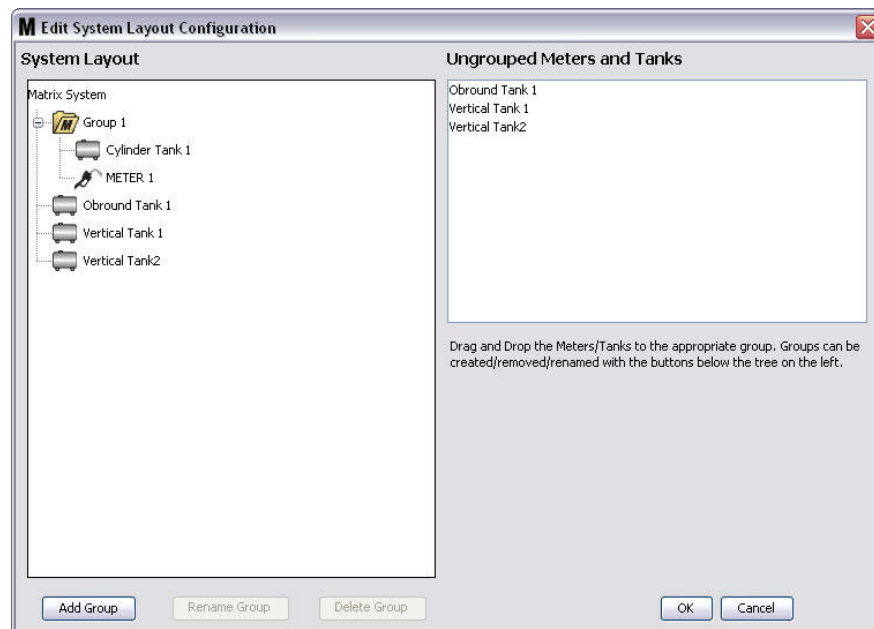

FIG. 95
7. Los tanques y los medidores seleccionados ahora aparecerán debajo del icono de carpeta en la sección Sistema Matrix de la pantalla según se representa en la FIG. 95.
9. Para cambiar el nombre de un grupo, utilice su ratón para seleccionar la carpeta del grupo de la lista en la sección Sistema Matrix de la pantalla. Haga clic en el botón Cambiar nombre de grupo (FIG. 95).
10. Para eliminar un grupo, utilice su ratón para seleccionar la carpeta del grupo en la sección Sistema Matrix de la pantalla. Haga clic en el botón Eliminar grupo (FIG. 95).